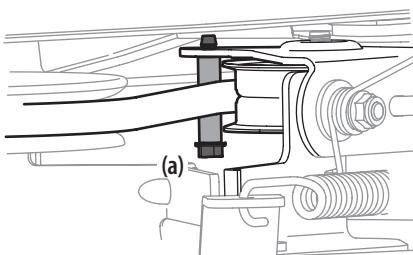

Figura 34
6. Extraiga el guardacorrea (plataformas de 30" solamente) extrayendo el perno hexagonal (a) que la sujetá. Consulte la Figura 34.